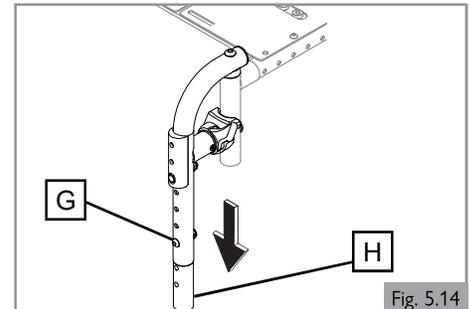

Fig. 5.14
5.9 Ajuste del reposapiés desplegable (Fig. 5.14)